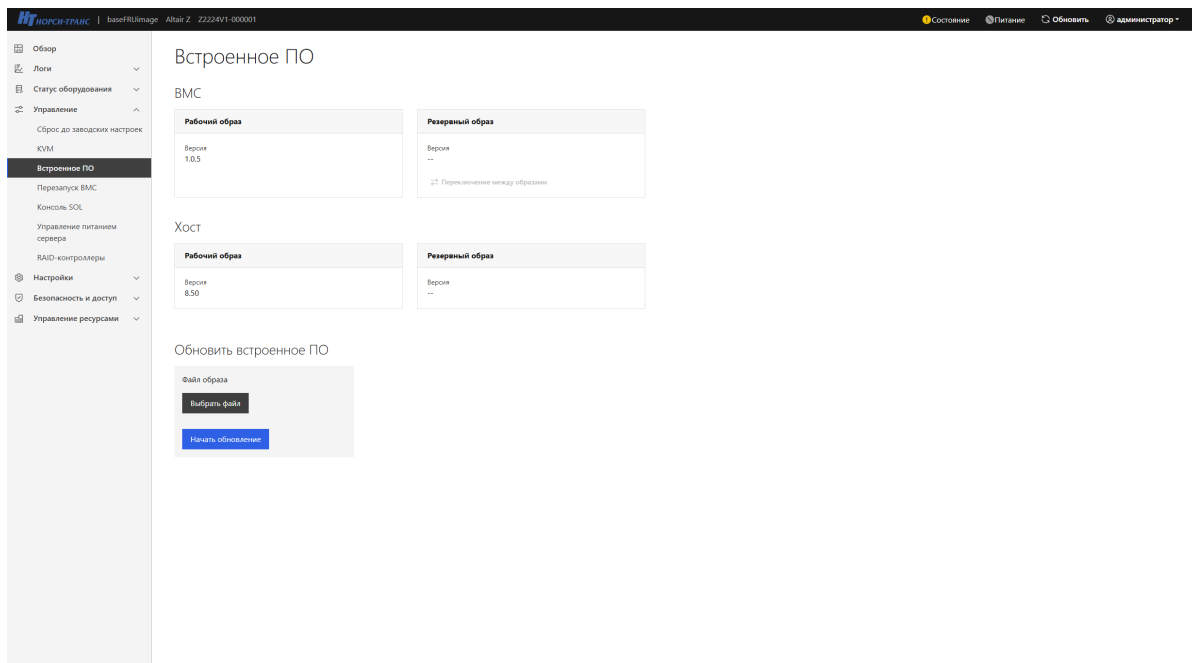

**Рис. 85. Окно «RAID контроллеры»**
7) Пройдите во вкладку «Управление» → «RAID контроллеры» в данной вкладке отображается список подключенных RAID контроллеров. Окно показано на рис. 85 Окно «RAID контроллеры»